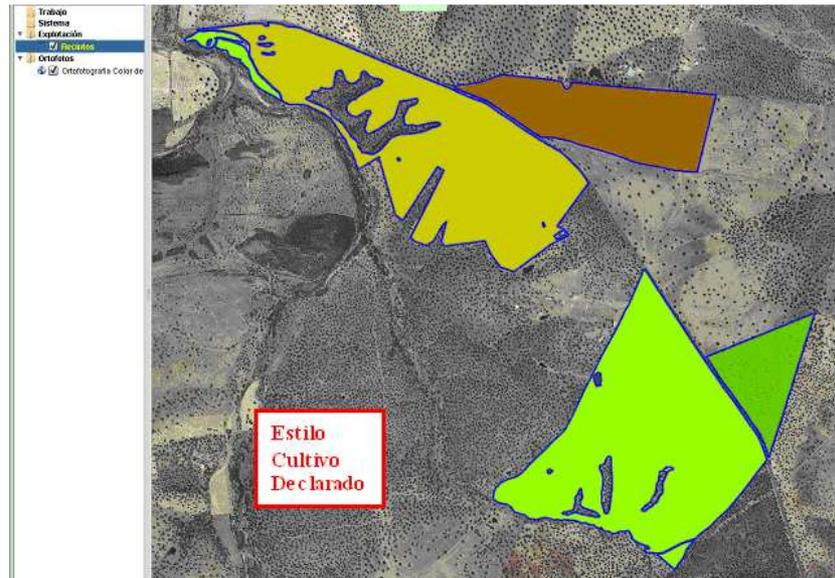

Fig. 53
- **Cultivo declarado:** muestra por colores los distintos cultivos declarados (Fig. 53). Muestra colores diferentes dependiendo del número de cultivos diferentes que se hayan declarado en la explotación. Los colores se asignan de forma aleatoria.